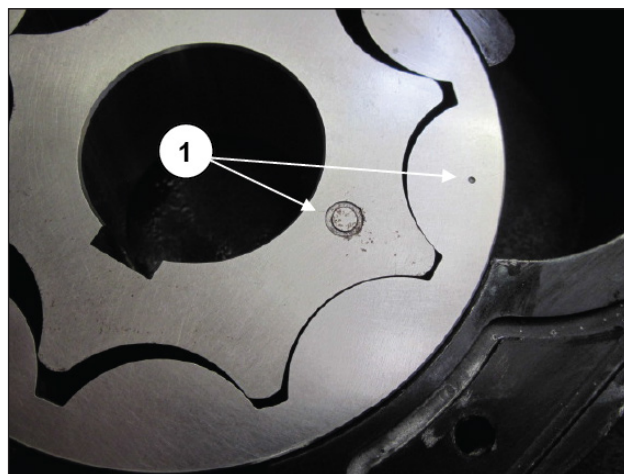

图 153
在组装油泵转子时, 应把图 153中指出细节上的印记转到同一侧。①.